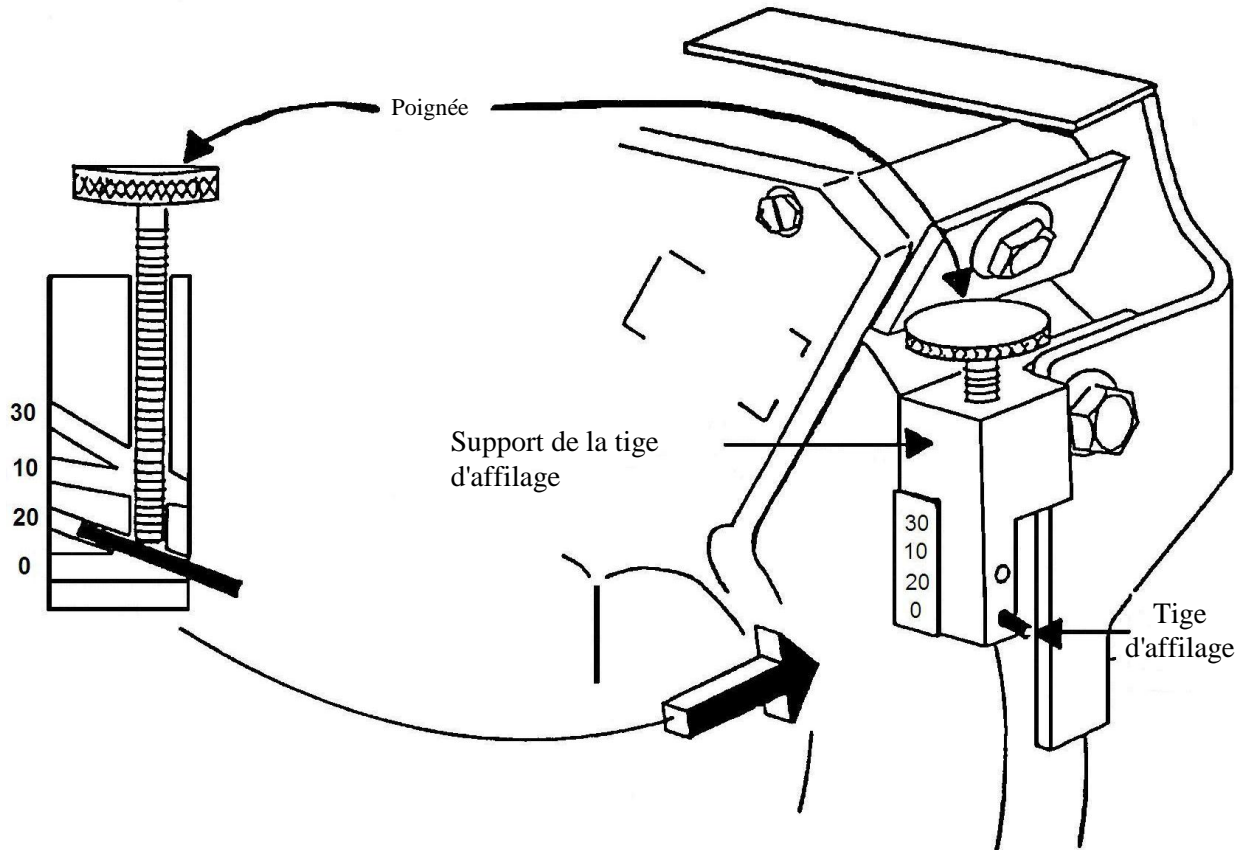

Figure 6
8.3.4 Réglage de l'angle de la tige d'affilage (voir la figure 6)
Le support de la tige d'affilage possède quatre trous de 0, 20, 10 et 30 degrés. La tige d'affilage doit être placée et fixée dans le trou approprié, selon les indications du tableau de la figure 6 ci-dessous. La tige d'affilage est maintenue en place par la poignée.